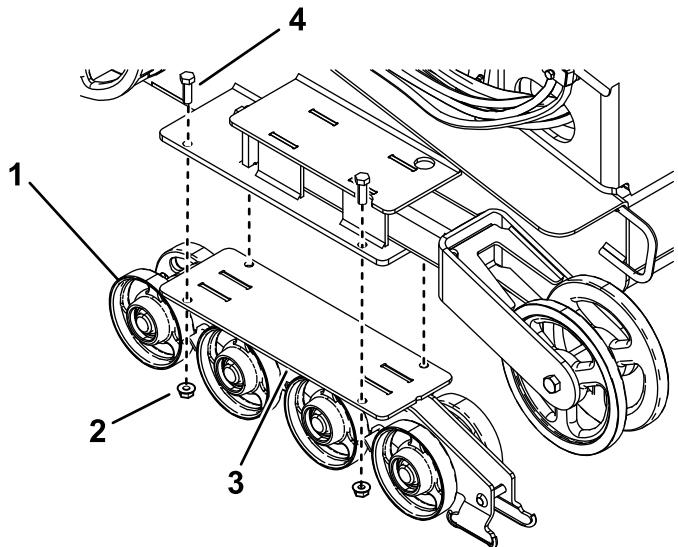

Bild 48
4. Entfernen Sie die vier Schrauben und Muttern mit denen die untere Kettenführung (die die Straßenräder enthält) befestigt ist, und nehmen Sie diese ab (Bild 48).